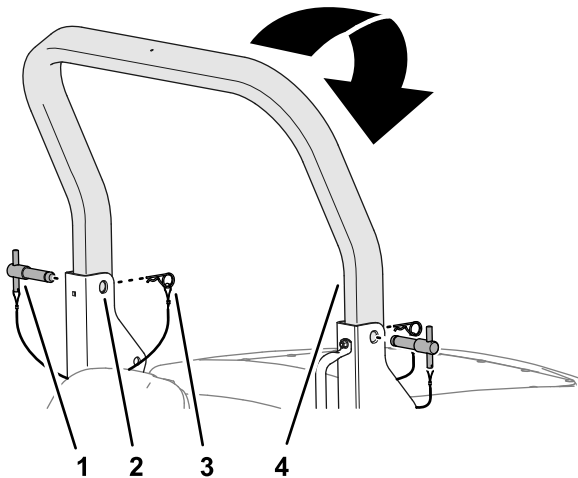

Figura 20
2. Togliete le coppiglie dai perni del roll bar nelle staffe orientabili del telaio del roll bar inferiore (Figura 20).
3. Mentre sostenete il peso della parte superiore del roll bar, toglie i relativi perni dalle staffe orientabili (Figura 20).